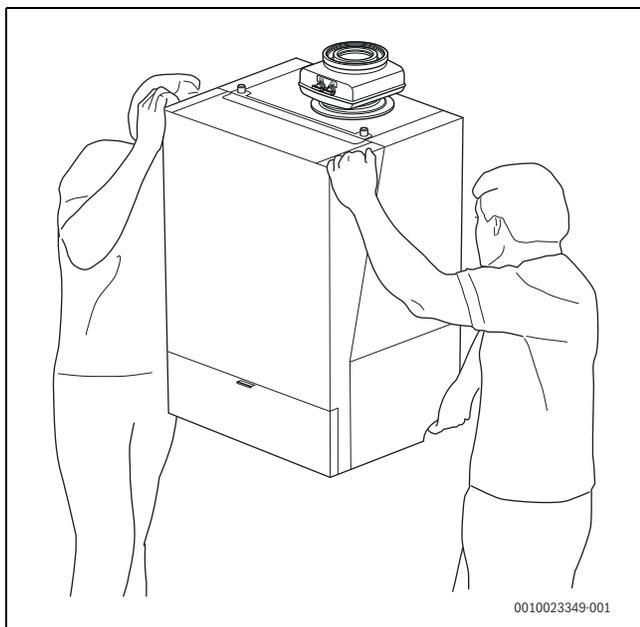

Fig. 10 Levage et transport conformes de l'appareil
- ▶ Ne porter l'appareil que par les côtés et pas par le tableau de commande ni le raccordement du tuyau d'évacuation des fumées (→ fig. 10).